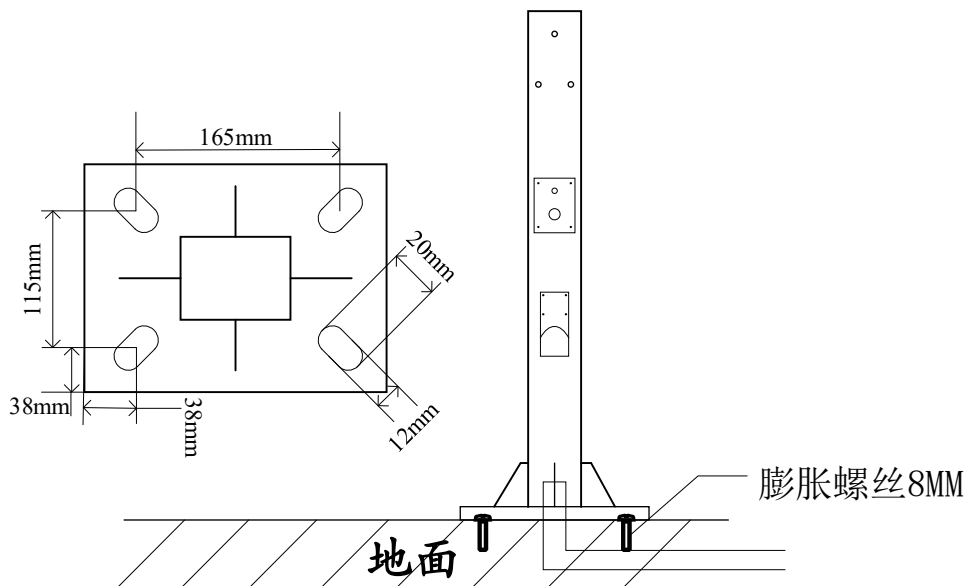

图 5-4 安装支架
(5) 将预留好的电线从设备支架中间穿入，再把支架装到 4 个膨胀螺丝上固定，如图 5-4。